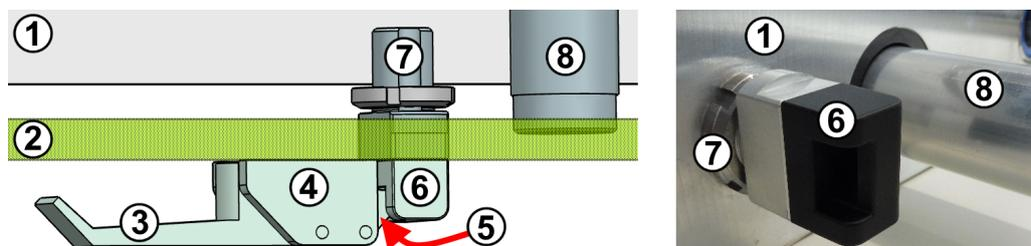

Figure 7-2 : Vue de dessus en coupe transversale du mécanisme de loquet de compression décentré (à gauche) et photo détaillée (à droite)
Les composants du mécanisme de loquet de compression sont indiqués à la Figure 7-2 :
Cette position empêche une collision du loquet (marqué 5 sur la Figure 7-2) avec le bloc de retenue (6).